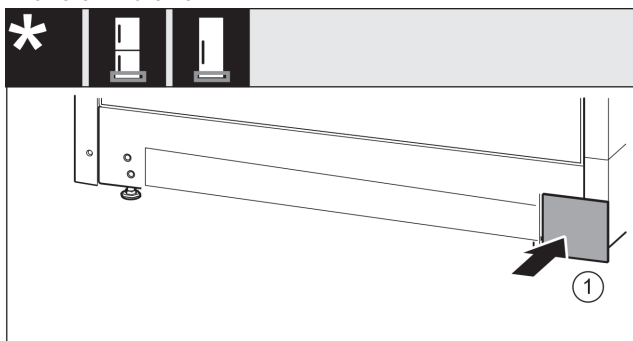

Fig. 18
- Riapplicare la copertura Fig. 18 (1) sull'altro lato.